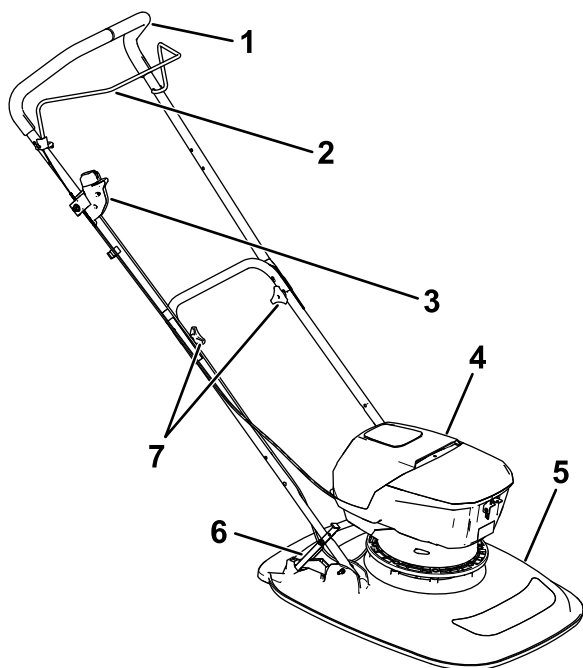

Figur 12
- Monter den elektriske startkontakt på styrebøjlen som vist (Figur 12).